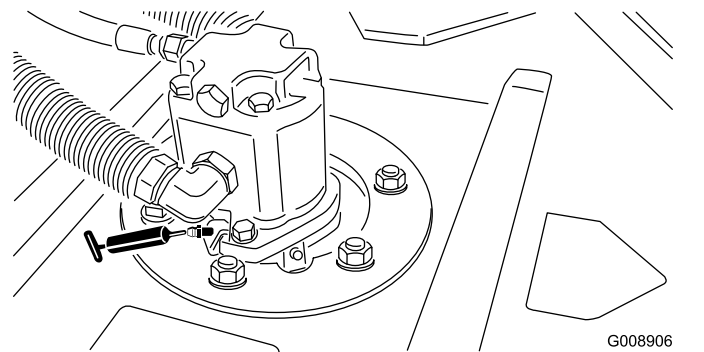

図 41
- カッティングユニットのスピンドルシャフトのベアリングユニットあたり2ヶ所(図 41)